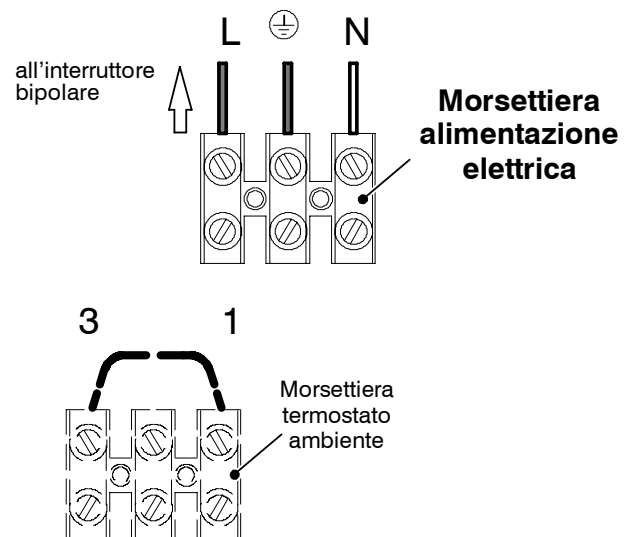

fig. 5.8
- 1 Collegare il cavo di alimentazione elettrica proveniente dall'interruttore onnipolare alla morsetteria di alimentazione elettrica della caldaia fig. 5.8 rispettando la corrispondenza della linea (filo marrone) e del neutro (filo azzurro).
Per il collegamento di un termostato ambiente servirsi della morsettiera termostato ambiente della caldaia fig. 5.8